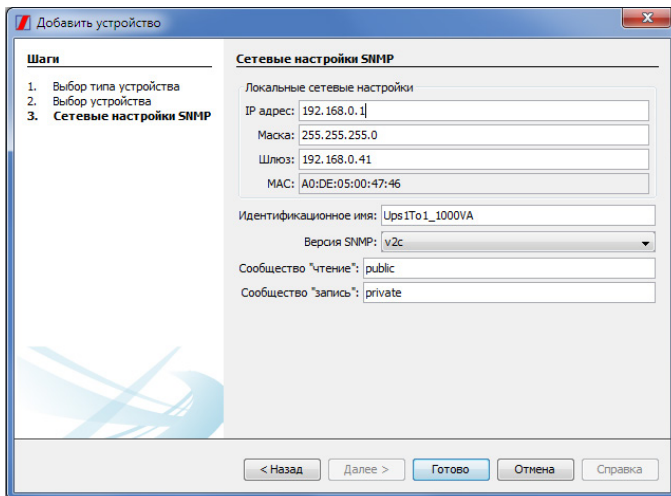
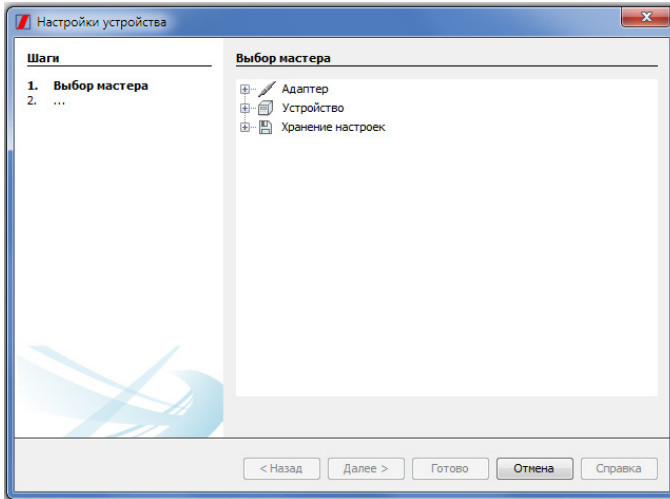
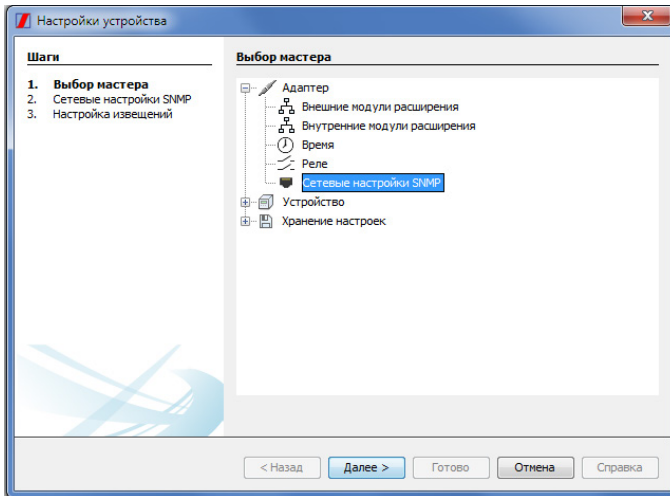

Рисунок 15. Окно «Сетевые настройки SNMP»
Рисунок 18. Окно «Настройки устройства»
Рисунок 19. Выбор строки «Сетевые настройки «SNMP»
1. В открывшемся окне «Сетевые настройки SNMP» (**рисунок 15**) поменять текущие или установленные по умолчанию сетевые (Ethernet) параметры платы на фактически необходимые.
2. В открывшемся окне «Настройки устройства» (**рисунок 18**) выбрать графу «Адаптер», затем строку «Сетевые настройки «SNMP» и нажать «Далее» (**рисунок 19**). Изменение сетевых (Ethernet) параметров платы производится в открывшемся окне (внешний вид аналогичен **рисунок 15**).
Переход в окно «Настройки устройства» (**рисунок 18**) осуществляется:
1. Перейти в окно «Настройки устройства» (порядок перехода – **пункт 3.5.4**, внешний вид окна – **рисунок 18**).
3. В открывшемся окне «Сетевые настройки SNMP» (**рисунок 15**) нажать «Далее».